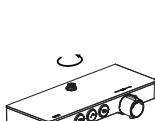

Abbildung 2
- a) Entfernen Sie den Steigleitungsanschluss vom Thermostat-Duschpaneel und nehmen Sie die Glasabdeckung ab (Abbildung 2/3).